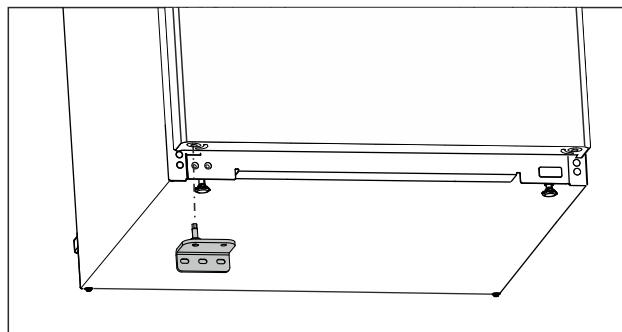

Fig. 16
- ▶ Поставете долната лагерна стойка от другата страна. (вж Fig. 16)